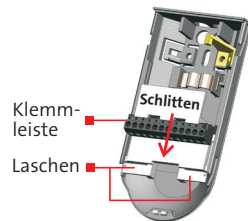

Abb. 1 Ausfahren des Schlittens
- Gehäuse öffnen und Schlitten ausfahren. Dazu die beiden Arretierlaschen des Schlittens nach unten drücken, siehe Abb.1.